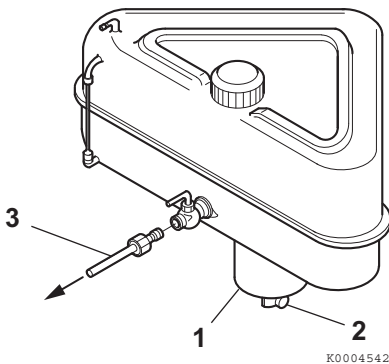

Figure 1
1. Placez un récipient sous le robinet de purge (**Figure 1, (2)**) pour récupérer le carburant.